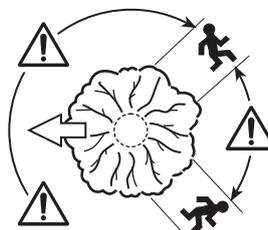

Fig.29
3. Avant le début de la coupe, il est indispensable de prévoir un itinéraire de retraite et de dégager tous les obstacles. L'itinéraire de retraite doit être dirigé vers l'arrière, en diagonale, du côté opposé à la direction de chute supposée (Fig. 29).